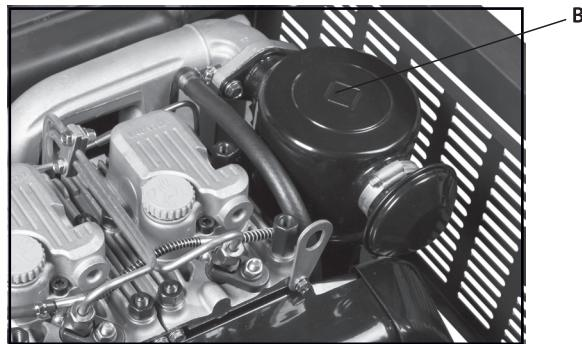

Рис. 4
- Снять крышку воздушного фильтра (Рис.4, **B**).